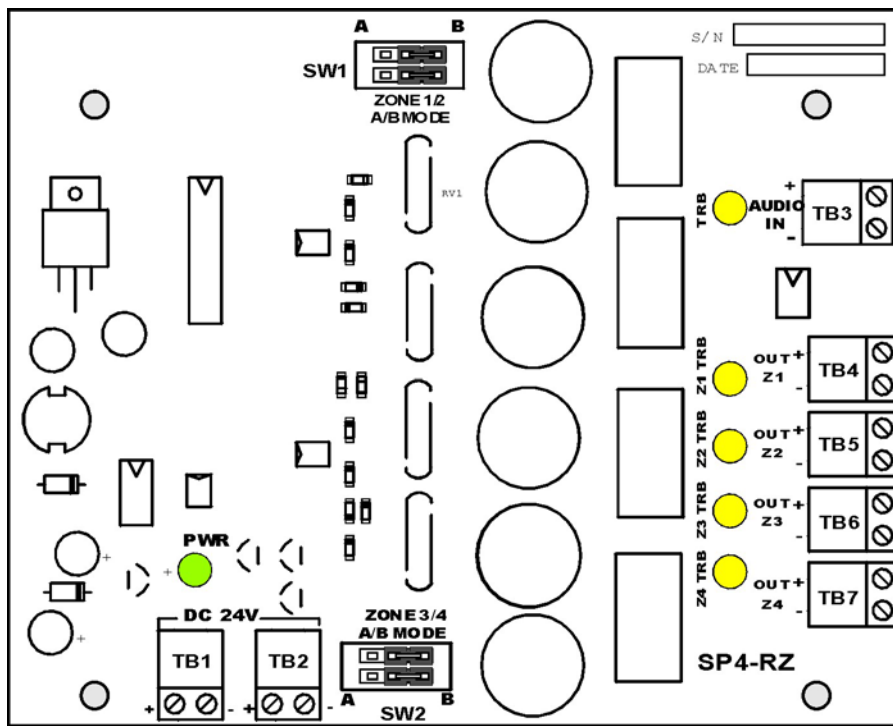

Рис.5 Вид разветвителя Omega SP4-RZ.
Светодиодные индикаторы и разъемы показаны на Рис.5.
На Рис.5 показано расположение на печатной плате Omega SP4-RZ светодиодных индикаторов неисправностей.
5. Если горит желтый светодиодный индикатор **TRB**, это значит, что в разветвителе Omega SP4-RZ или в линиях оповещателей обнаружена неисправность. Проверьте состояние желтых светодиодных индикаторов (см. Рис. 5) для того, чтобы определить, какая именно неисправность произошла.